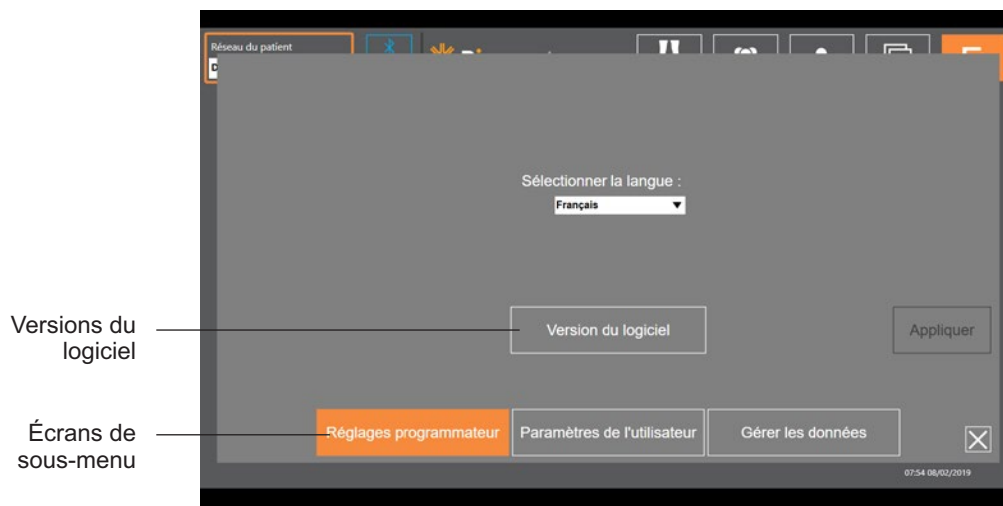

Figure 7-14 : Écran des réglages de l'application - Changer de langue
L'écran des réglages de l'application, accessible via l'icône  située dans le coin inférieur droit de chaque écran, permet d'ajuster les réglages de langue, de gérer les profils des utilisateurs, ainsi que les données. L'écran des réglages de l'application comporte trois écrans de sous-menu. Reportez-vous à la figure 7-14.
- Réglages programmeur : permettent de sélectionner un réglage de langue, d'afficher les versions du logiciel et de réinitialiser les EPG. Appuyez sur les boutons Versions du logiciel ou Changer de langue pour basculer d'un écran à l'autre. Reportez-vous aux figures 7-14 et 7-15.
3. Cliquez sur l'icône des réglages de l'application  et sélectionnez Versions du logiciel pour afficher les options de réinitialisation. Reportez-vous à la figure 7-14.